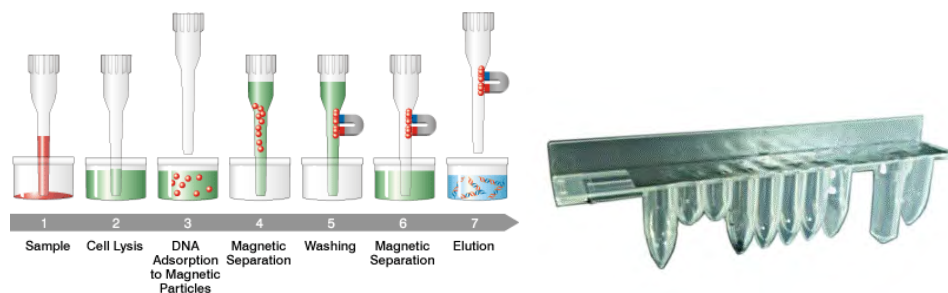

Abb. 1-5: Prinzip der Nukleinsäureextraktion und ELITE InGenius SP 200 Extraktionskassette
- Der Reagenziensatz wurde für die Isolierung von Nukleinsäuren aus 200-µl-Proben optimiert (Abbildung 1-5: ELITE BeGenius SP200 – Extraktionskassette und Extraktionsprinzip)